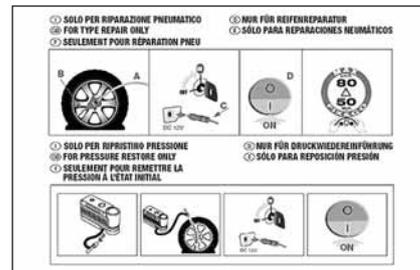

fig. 12
- pieghevole informativo (vedere **fig. 12**), utilizzato per un pronto uso corretto del kit di riparazione rapida e successivamente consegnato al personale che dovrà maneggiare il pneumatico trattato;